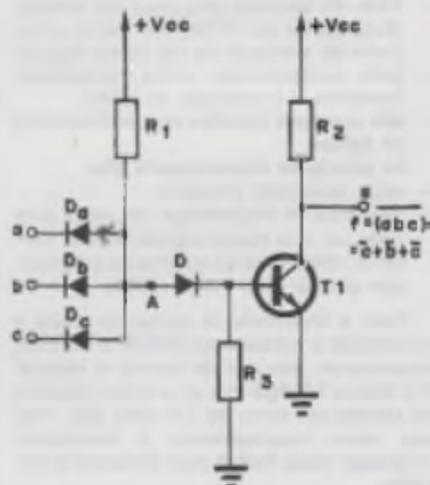

FIGURA 14 - Porta fundamental da Família DTL de 3 entradas
A família DTL ou lógica a diodo e transistor recorre aos diodos para realizar as funções lógicas e aos transistores para amplificar e inverter os sinais. A figura 14 mostra a estrutura básica da porta fundamental (NAND) desta família; NAND em lógica positiva e NOR em lógica negativa. Observar que todas as entradas devem estar em nível H simultaneamente para que a saída esteja em nível baixo (L)
O diodo D serve para aumentar a imunidade do gate ao ruído; não existindo este diodo, ao aplicar-se um sinal L numa das entradas, a saída do gate AND (ponto A da figura 14) apresentaria um nível lógico, também baixo, na ordem de 0,5 volt como um mínimo, dependendo do diodo D; e do
Com a finalidade de aumentar ainda a imunidade a ruídos e estabilizar o circuito, costuma-se, em vez de aterrar o resistor R3 (figura 14) ligá-lo a uma fonte negativa de tensão em torno de 2,0 volts. Isto traz um novo inconveniente: é necessário empregar duas fontes para alimentar o circuito.
A imunidade ao ruído da porta DTL encontra-se em torno de 1,0 volt; para aumentar esta imunidade, como já vimos, basta introduzir ao circuito básico (figura 14) mais diodos, conhecidos por diodos de deslocamento de tensão em virtude da função que realizam, em série, conectados à base do transistor T1; cada um deles individualmente fará um deslocamento de 0,2 ou 0,6 volt dependendo se o mesmo é de germânio ou silício respectivamente;